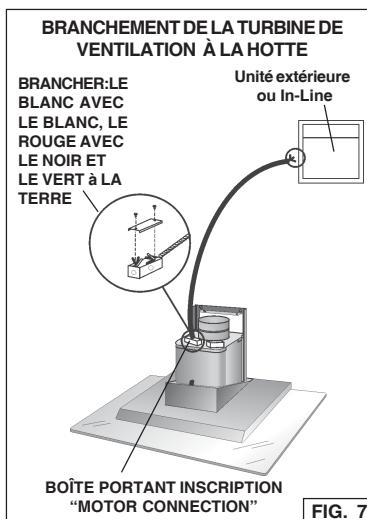

FIG. 7
1. Connecter les connecteurs (deux fils + fil de terre) de la turbine de ventilation à la boîte du tableau électrique de la hotte où est indiqué "motor connection". Fig. 7
2. Enlever le couvercle de la boîte du tableau électrique et enlever un knockout. Fig. 7
3. Fixer le "conduit" à la boîte du tableau électrique à l'aide d'un connecteur approprié pour ce "conduit". Fig. 7
4. Faire le branchement électrique à la hotte. Raccorder le blanc avec le blanc, **le rouge au noir** et le vert à la terre. Fig. 7